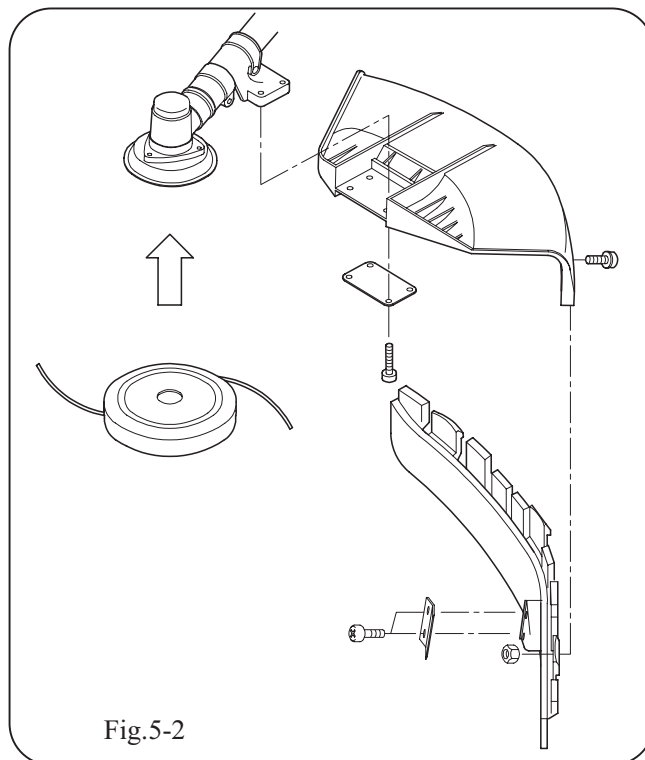

Fig.5-2
2. Per ragioni di sicurezza è imperativo che quando il decespugliatore è utilizzato con una testina a filo, vi sia sempre montato il corretto riparo antiscagge di sicurezza. (Fig. 5-2)